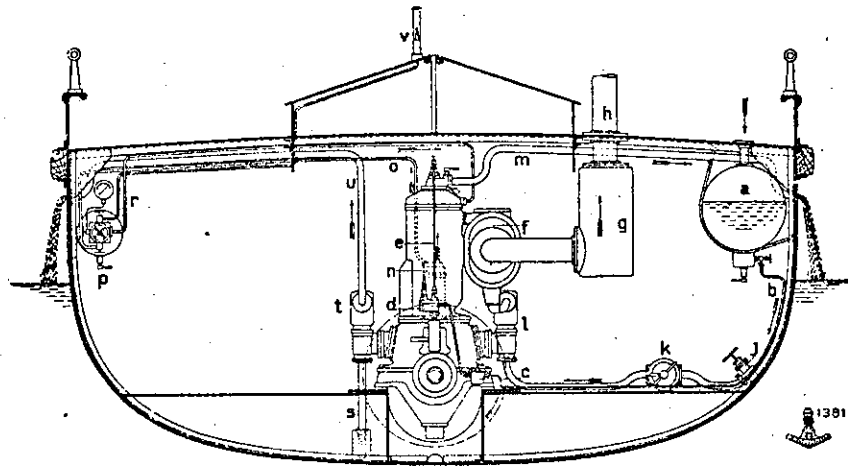

Fig. 15.
Fig. 15 geeft een overzicht van de verschillende pijpleidingen.
22. DE BUITENBOORDAFSLUITER J; zie fig. 15.